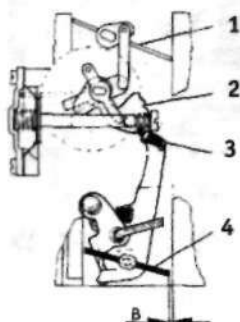

Рис.13.13. Регулирование положение дроссельной заслонки при быстрых холостых оборотах (карбюратор Solex C32 TD 1/4) (раздел 5):
10. Для того, чтобы отрегулировать положение дроссельной заслонки при быстрых холостых оборотах (см. рис.13.13), закрыть воздушную заслонку и установить регулировочный винт на самый высокий выступ кулачка. С помощью сверла проверить, чтобы расстояние "В" было равно 0,80-0,90 мм. По необходимости отрегулировать это расстояние, соответствующим образом повернув винт.